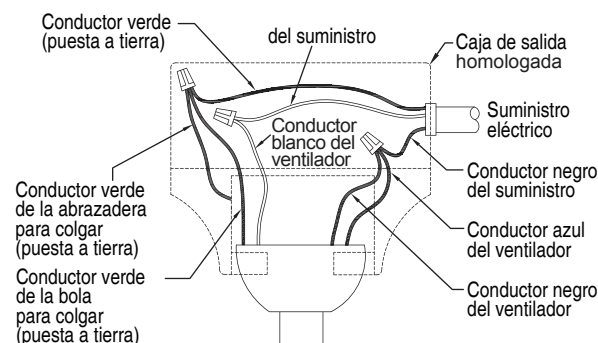

Figura 3
- ☐ 3. Luego de empalmar los cables y realizar la conexión, sepárelos y dóblelos hacia arriba con el conductor con conexión a tierra y el conductor con conexión a tierra del equipo debe ir en un lado de la caja de distribución eléctrica y el conductor sin conexión a tierra debe ir del otro lado. (Figura 3)